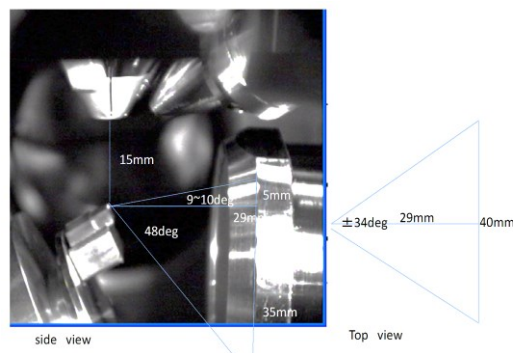

Fig. 1 EBSD detector geometry.
- ① 試料の観察予定カ所を研磨およびクロスセクションポリッシャーで平行/垂直に成形する。(自社で実施)
- ② 45 度試料台を利用して観察予定箇所を FIB 加工ポジションにセットする。
- ③ 観察予定箇所にカーボン保護膜を形成。
- ④ EBSD の測定に必要な立体角 (Fig. 1)を考慮して測定部位の周囲の影を作る部分を加工除去する
- ⑤ 測定面を平滑に仕上げる。
- ⑥ EBSD 測定ポジションに回転と傾斜を組み合わせ移動する。
- ⑦ 測定後 FIB ポジションに戻り⑤の測定面の加工から繰り返す。